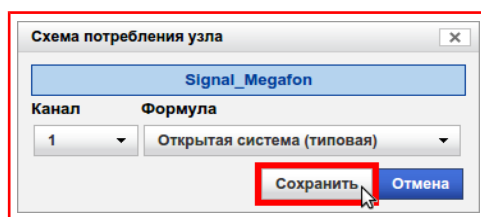

Рисунок 9.37 — Кнопка «Сохранить»
5) Нажать на кнопку **«Сохранить»**, рисунок 9.37.